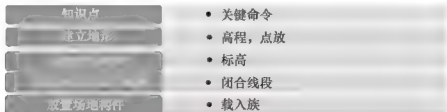

图 1.148 知识体系
(1) 对照图 1.148 所示的知识体系，并与同学相互交流、研讨个人对某些知识点或技能技巧的理解。
(2) 设计一个室外环境，用 Revit 场地中学到的相关知识进行绘制。